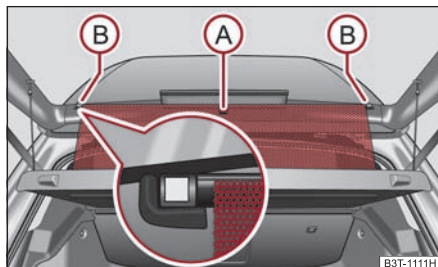

Fig. 71 Desenrollar la cortinilla antisolar enrollable
- Extraer la cortinilla antisolar enrollable por el tirador (A) y colgarla en el soporte magnético (B) ⇒ fig. 71.